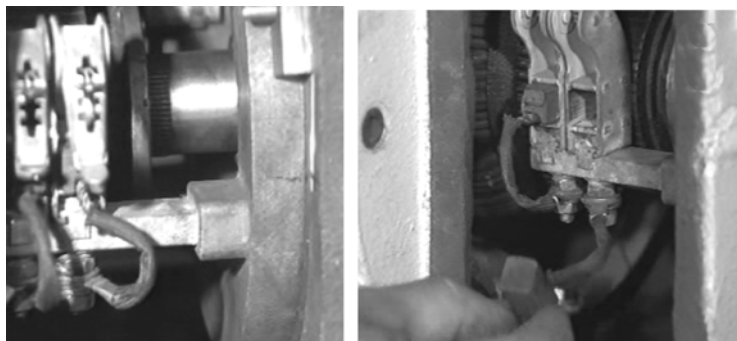

图 6-43 检查电刷
(3) 检查电刷是否因磨损而太短，刷握的压力是否适当，刷架的位置是否符合规定，如图 6-43 所示。